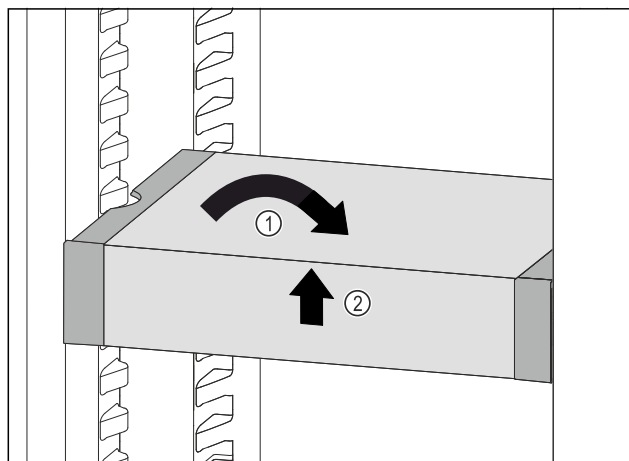

Fig. 97
- ▶ VarioSafe postavte rovně. Fig. 97 (1)
- ▶ VarioSafe vpředu zvedněte. Fig. 97 (2)